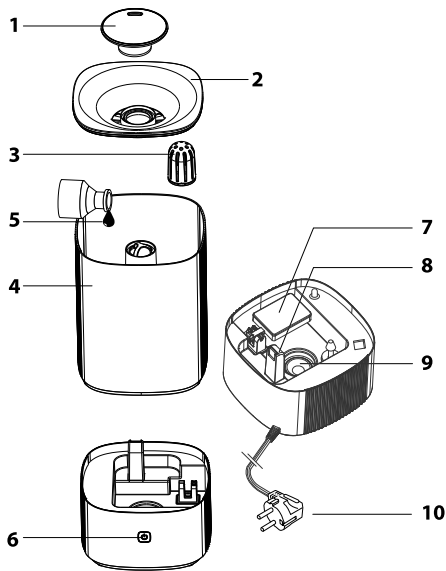
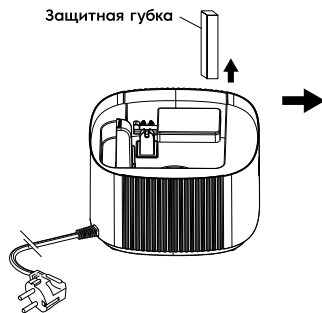

Рис. 1
Рис. 2
3. Налейте чистую воду непосредственно в емкость для воды. Уровень воды не должен превышать отметку MAX внутри бака (рис.2). Воду можно заливать в воронку для залива воды (рис.1).
При перемещении увлажнителя всегда держите прибор за основание (рис. 1), во избежание падения части прибора, с основными электронными узлами. Если в приборе есть вода, во избежание ее попадания в электронные узлы через шахту вентилятора (рис. 1), держите его горизонтально.